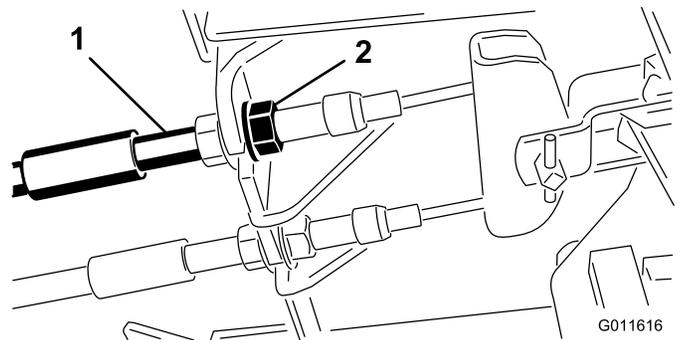

Figura 75
1. Para reduzir a folga dos pedais dos travões, aperte os travões desapertando a porca dianteira que se encontra na extremidade roscada do cabo dos travões (Figura 75).